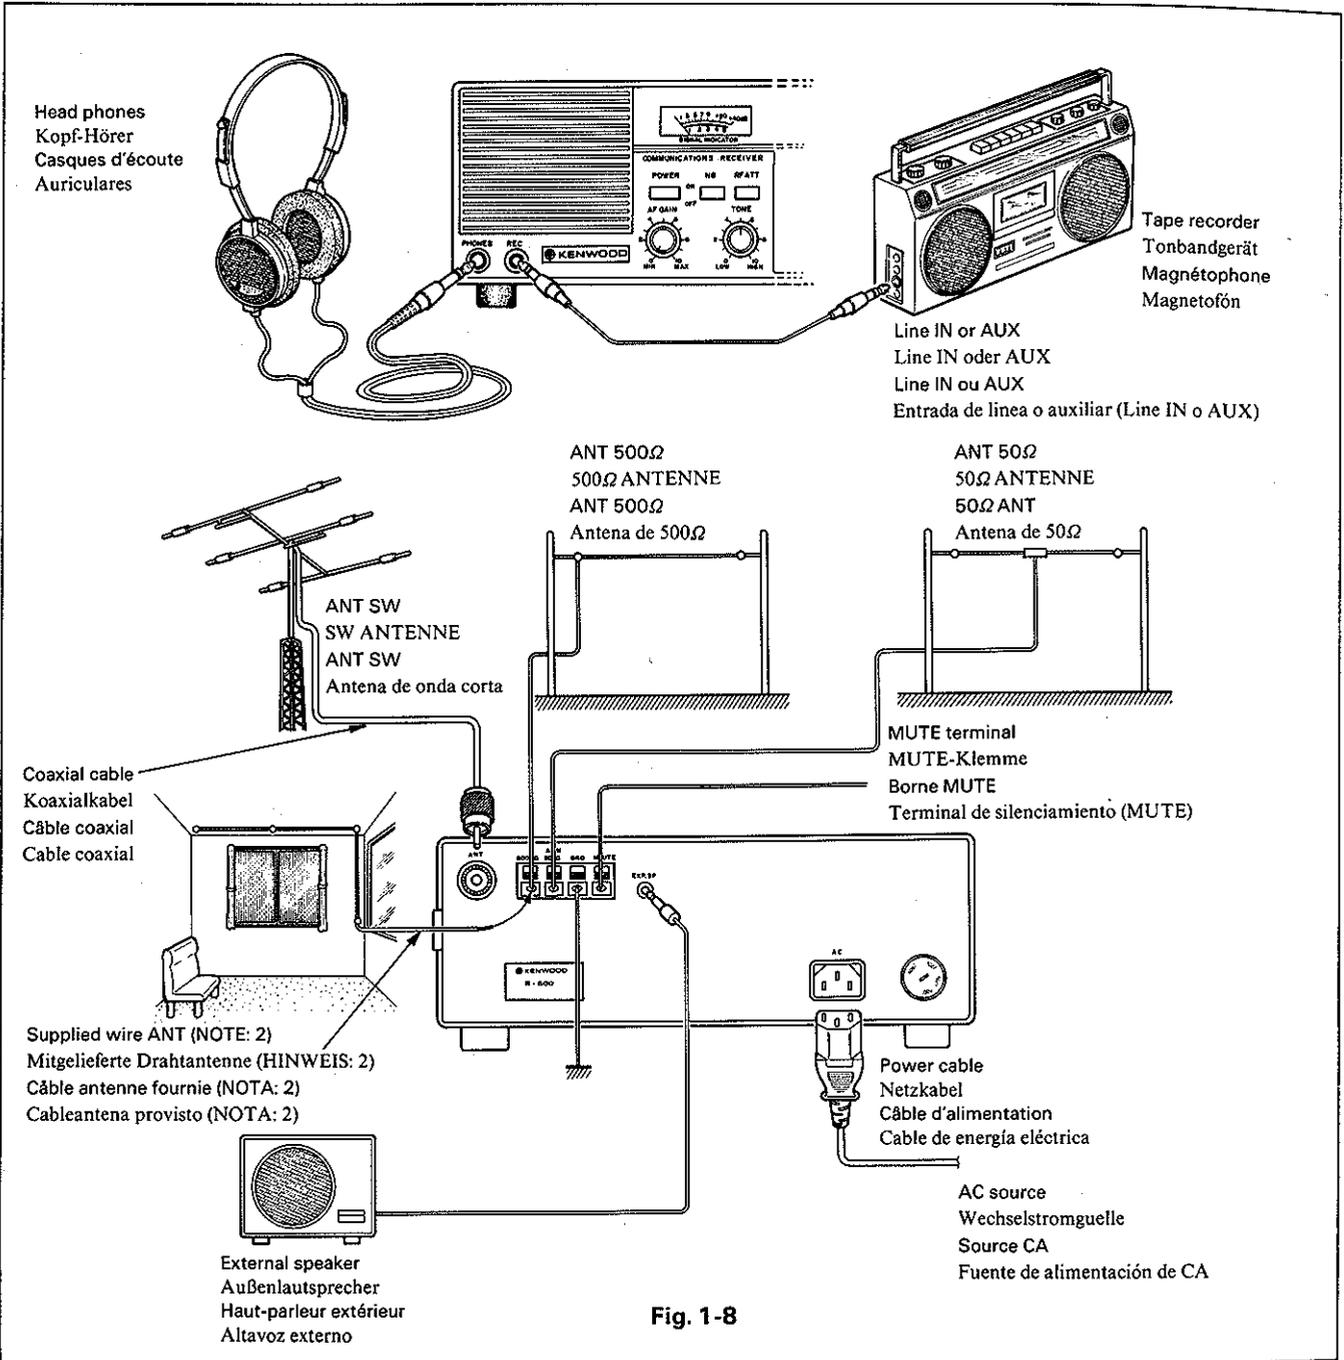

Fig. 1-8
1. Fig. 1-8 shows an example of R-600 interconnection. A suitable antenna should be selected (see pages 1 and 3).
1. La Fig 1-8 donne un exemple de l'interconnexion du R-600. En ce qui concerne le système d'antenne une antenne appropriée devrait être choisie en se référant aux pages 1, 3.
1. Abb. 1-8 zeigt ein Beispiel der Zwischenverkabelung am R 600. Die für dieses System geeignete Antenne sollte unter Bezugnahme auf Seite 1.3 gewählt werden.
1. La Fig. 1-8 ilustra un ejemplo de las distintas interconexiones del R-600. La antena más apropiada debe seleccionarse de acuerdo con las páginas 1, 3.